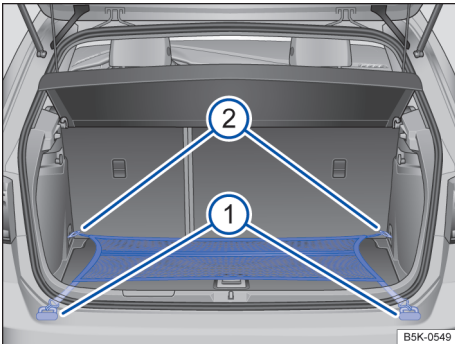

Fig. 146 No compartimento de bagagem: rede para bagagem presa de forma plana.
- Prender os ganchos da rede para bagagem nos olhais de amarração → Fig. 146 ② → ⚠. O zíper da rede para bagagem deve estar voltado para cima.
- Prender os ganchos da outra extremidade da rede para bagagem nos olhais de amarração abaixo do canto do compartimento de carga → Fig. 146 ①.